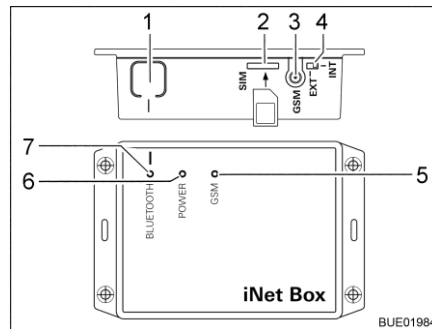

Fig. 116 Truma iNet-Box
- Pulsar la tecla BLUETOOTH (Fig. 116,1) en la iNet-Box por 1 segundo. La Truma iNet-Box estará visible por aprox. 2 minutos en el terminal móvil (nombre: "Truma iNet-Box"). Durante este intervalo, el LED BLUETOOTH azul (Fig. 116,7) estará parpadeando.
- Insertar la tarjeta mini SIM con número de teléfono propio y suficiente crédito cuidadosamente en la ranura (Fig. 116,2) de la Truma iNet-Box del modo mostrado hasta que engatille. El LED GSM rojo (Fig. 116,5) deberá parpadear de manera permanente. Si el LED rojo se apaga después de 20 segundos: Controlar la tarjeta mini SIM.